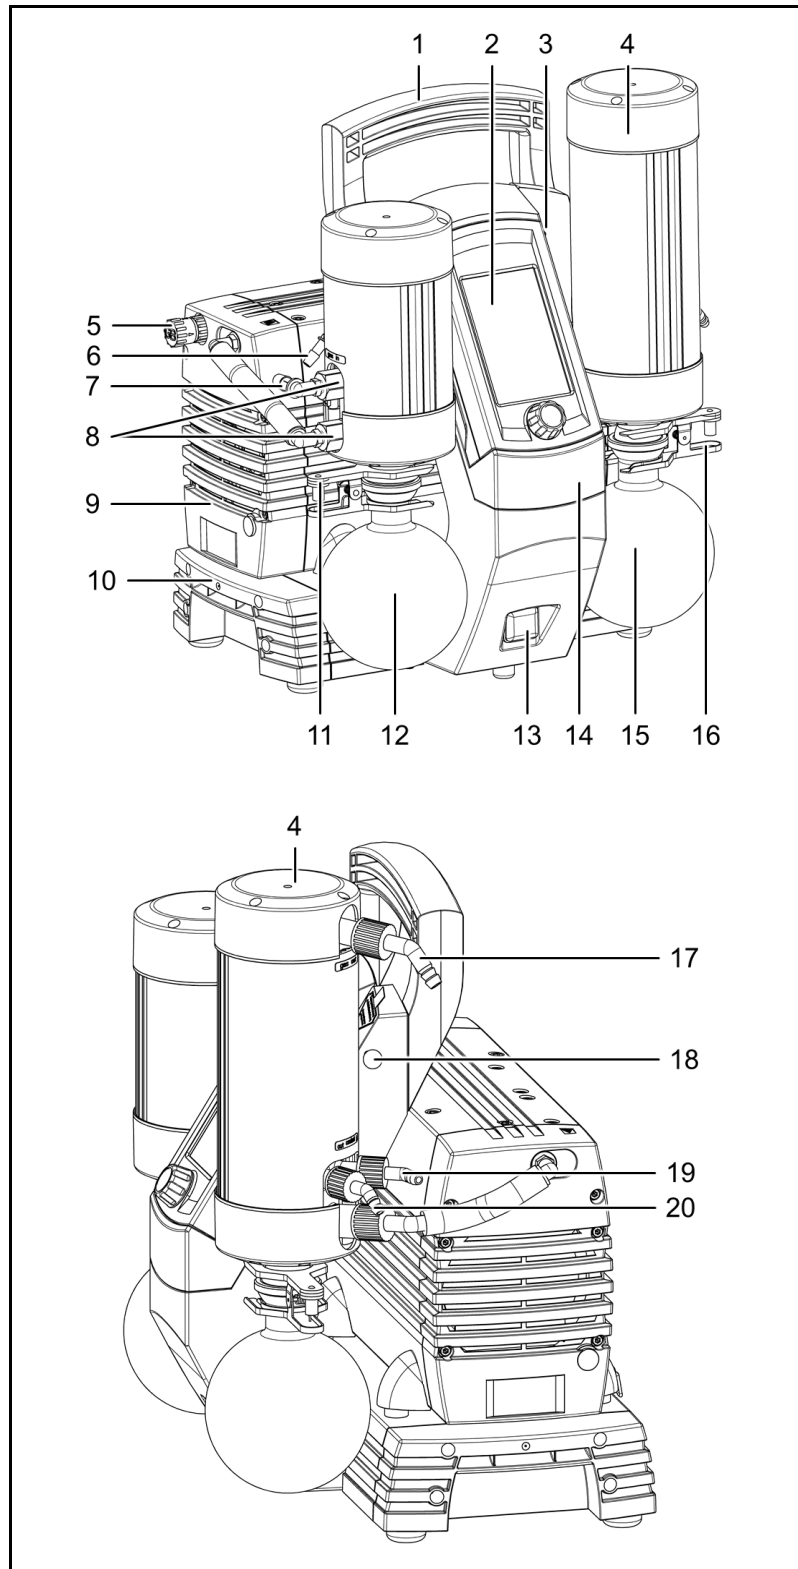

Abb. 2: Vakuumpumpsystem SC 920G
Belüftung des Vakuumpumpensystems	Sicherstellen, dass bei der Belüftung des Vakuumpumpensystems durch die Zuführung von Luft oder alternativ eines Inertgases keine reaktiven oder explosiven Medien entstehen können. Der maximal zulässige Betriebsdruck am Belüftungsanschluss (Abb. 2/5, Seite 12) beträgt 0,1 bar ü.
Der Auffangkolben (Abb. 2/12) fängt an der Saugseite der Pumpe Partikel und Tröpfchen auf, die entgegen den Anforderungen der Pumpe aus dem Rezipienten abgesaugt wurden. Der Auffangkolben ist beschichtet (Implosionsschutz) und mit einer Kolbenklemme am Vakuumpumpsystem befestigt.
Die im Hochleistungskondensator abgeschiedenen Lösungsmittel werden im Auffangkolben (Abb. 2/15) gesammelt, der beschichtet ist (Explosionsschutz). Eine Kolbenklemme fixiert den Glaskolben am Kondensatorflansch. Ein Umlaufkühler oder fließend kaltes Wasser kühlt den Hochleistungskondensator auf Kondensations-temperatur.
Gasballast Über den Bedienknopf (Abb. 2/5) kann das Gasballastventil an der Pumpe des Vakuumpumpensystems geöffnet und geschlossen werden (siehe Kapitel 5.5).
1. Stiftschraube (Abb. 2/3, S. 12) lösen.
2. Stift der Transportsicherung (Abb. 2/18, S. 12) bis zum Anschlag herausziehen.
1. Rezipienten an Schlauchnippel des Gaseinlasses anschließen (Abb. 2/7, S. 12). Hierzu muss ein Vakuum-Schlauch benutzt werden.